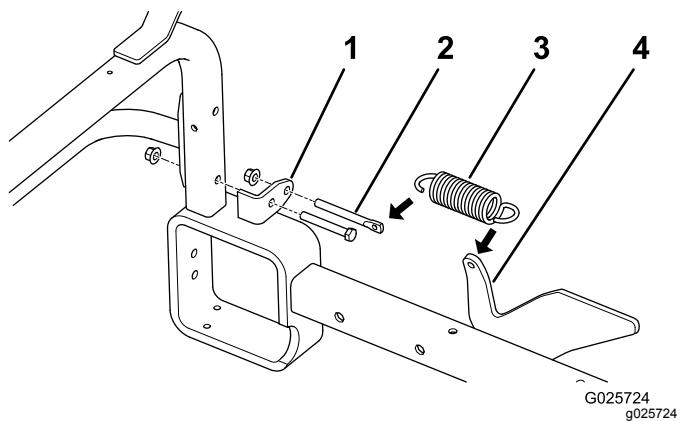

Figura 26
2. Rimuovete il bullone e il dado **inferiore** che fissano ogni staffa di montaggio del tubo dell'attacco di traino ai tubi verticali del telaio (Figura 26).
**Nota:** Posizionate le staffe della molla come illustrato in Figura 26.